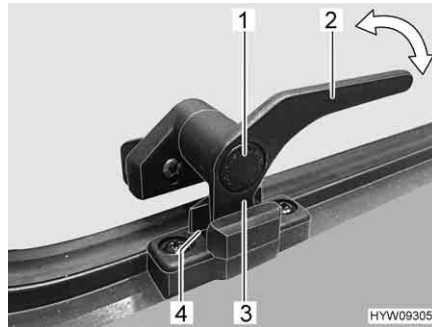

Fig. 58 Leva di serraggio (posizione "Aerazione continua")
- In posizione di "Aerazione continua" (Fig. 58)
- Premere il bottone di sicurezza (Fig. 58,1) e mantenerlo premuto.
- Ruotare la leva di serraggio (Fig. 58,3) di un quarto di giro verso il centro della finestra.
- Girare nuovamente all'indietro la leva di serraggio. Riportare contemporaneamente il nasello di chiusura (Fig. 58,3) della leva di serraggio nella rientranza della chiusura della finestra (Fig. 58,4).
- Rilasciare il bottone di sicurezza (Fig. 58,1).